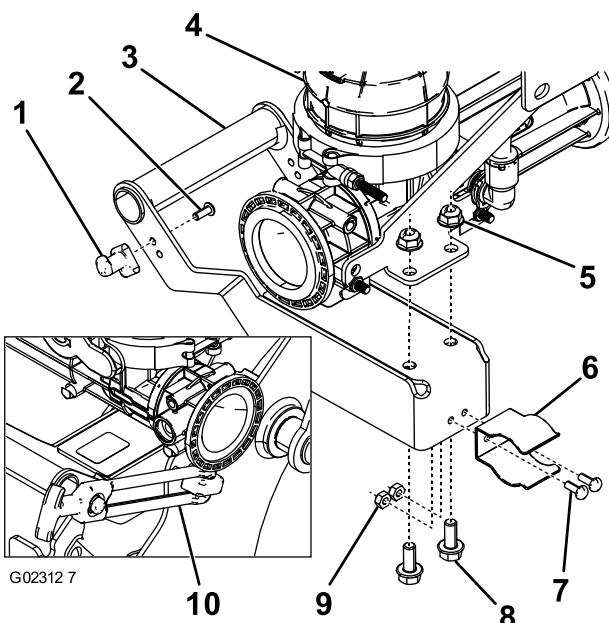

Figura 10
1. Conecte el tope del enganche al asa del eyector con 1 perno de cabeza hexagonal (Figura 10).
2. Conecte la maneta de enganche al bastidor principal con 2 pernos de cabeza hexagonal (Figura 10).
3. Sujete el asa al eyector usando 2 pernos de arandela prensada y tuercas con arandela prensada (Figura 10).